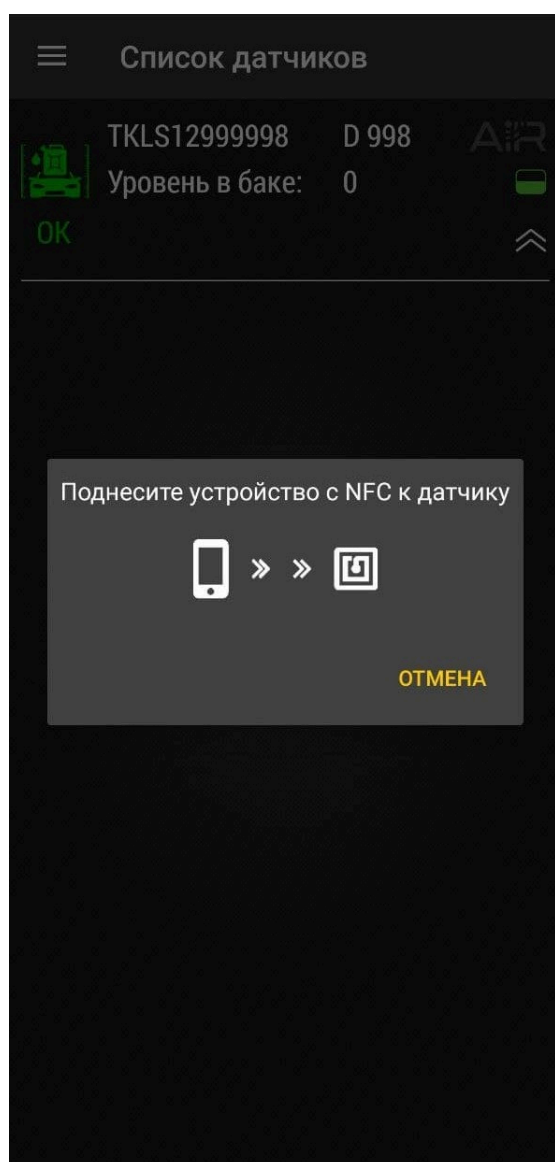

Рис.10. Активация по NFC.
- Поднесите NFC сканер мобильного устройства к верхней части датчика TKLS-Air, который нужно активировать (**Рис.10**).